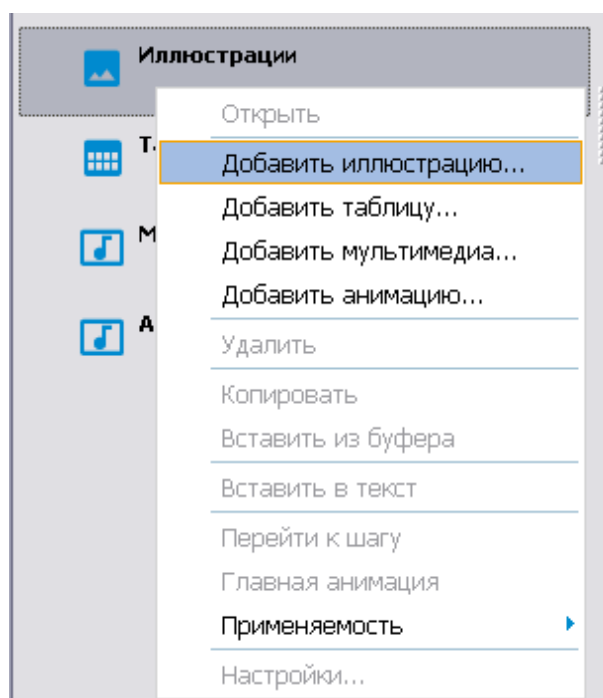
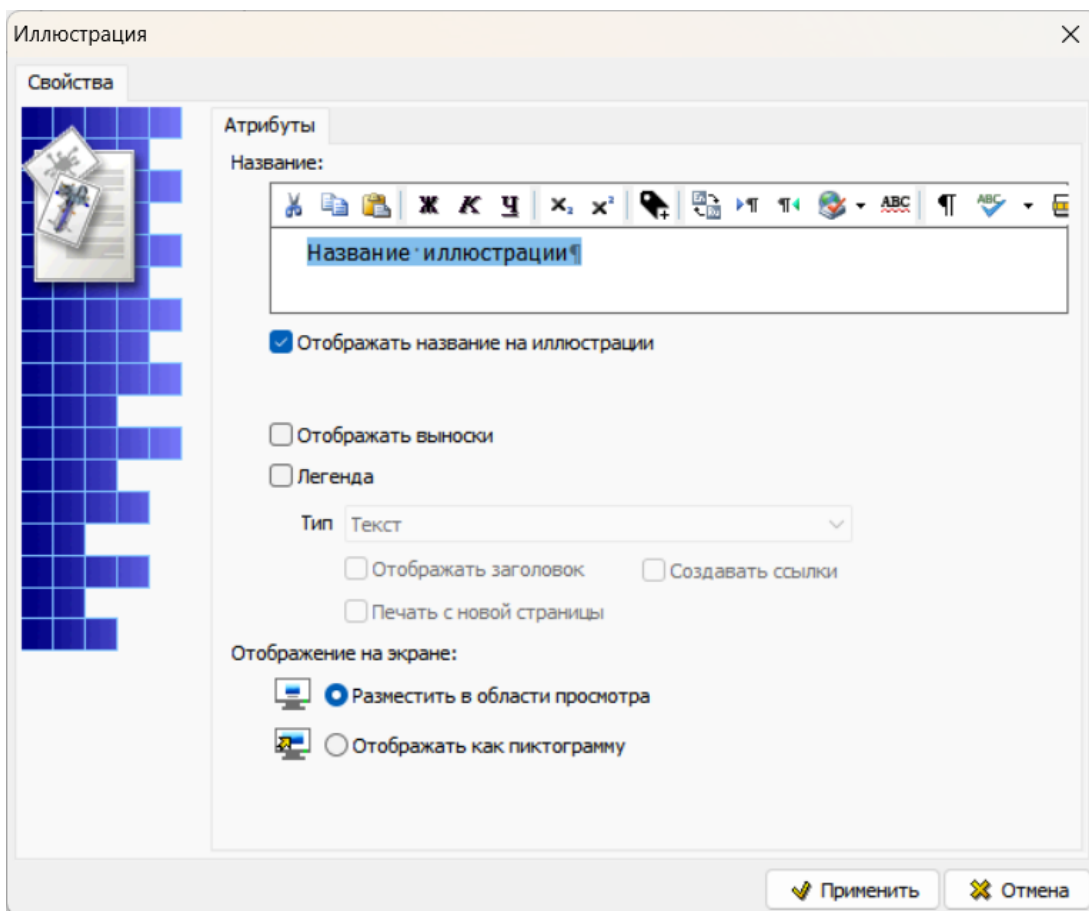

Рисунок 577
Рисунок 578
1) Установите курсор в место вставки иллюстрации и в контекстном меню раздела **Иллюстрации** выберите команду **Добавить иллюстрацию** (рисунок 577) После этого откроется окно **Иллюстрация** (рисунок 578).